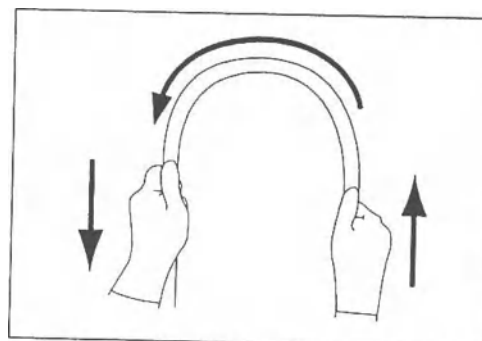

Рисунок 3.4
- 5 Обеими руками согните вводимую трубку эндоскопа полукругом. Затем передвигая руки в направлении, указанном стрелками на рис. 3.4, убедитесь в том, что вводимая трубка пластична и легко сгибается в полукольцо по всей длине. Проверку эндоскопов с механизмом регулировки жесткости проводите как при самом гибком, так и при самом жестком состоянии вводимой трубки.